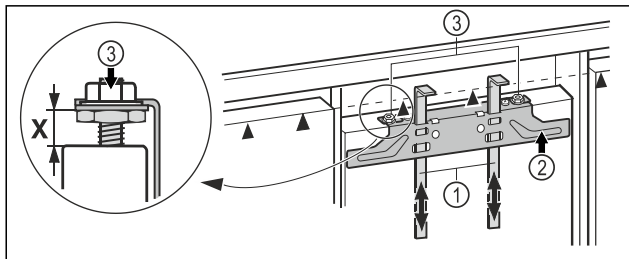

Fig. 16
- Montážní pomůcky Fig. 16 (1) vysuňte nahoru do výšky nábytkových dvířek. Spodní dorazová hrana ▲ montážní pomůcky = horní hrana montovaných nábytkových dvířek.
- Upevňovací příčník Fig. 16 (2) vyšroubujte přes pojistné matice Fig. 16 (3).